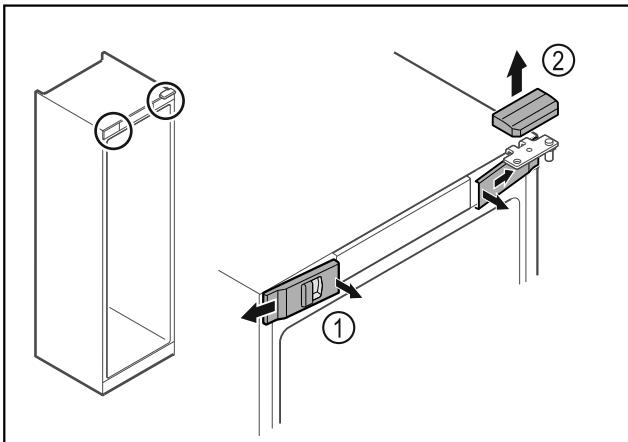

Fig. 7*
- Izvadite prednje poklopce Fig. 7 (1) iznutra i skinite ih na stranu.*
- Skinite gornji poklopac Fig. 7 (2) prema gore.*